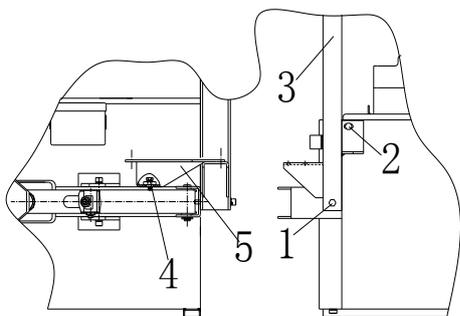
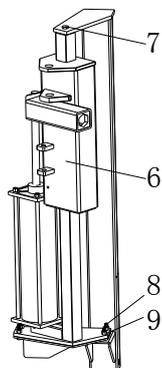

Fig 10
Fig 11
- 2) Instale a coluna 3 com os parafusos 1 e 2; instale o suporte 5 do braço auxiliar com o parafuso 4 (Fig 10);
- 3) Instale o braço auxiliar 6 com a porca 7 e o parafuso 9, então aperte 4, 7, 8 e 9 (Fig 10 e Fig 11);